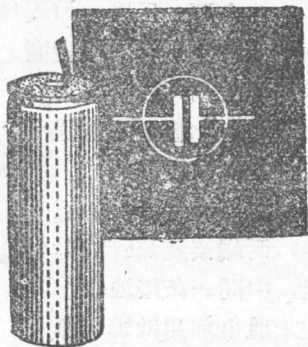

图 13 电糊电容器
3. 电糊电容器 如图 13 所示。电糊电容器接入电路时必须注意极性，有“+”的符号接电源的正极，有“-”的符号接电源的负极，所以电糊电容器只能用在脉动的直流电路中。使用时不能反接，否则会因介质绝缘电阻变小，漏电流增大而把介质烧毁。